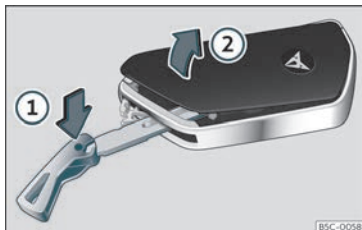

Fig. 68 Chave do vehículo: abrir a tapa do compartimento da pila.
- Introduza o espadín na fenda >>> **fig. 68**, preméndoo no sentido da frecha ① e desprenda a tapa facendo panca ②.